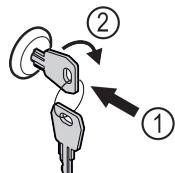

Fig. 82 Примерно изображение
- Пъхнете ключа Fig. 82 (1).
- Завъртете го на 90° по посока на часовниковата стрелка Fig. 82 (2).